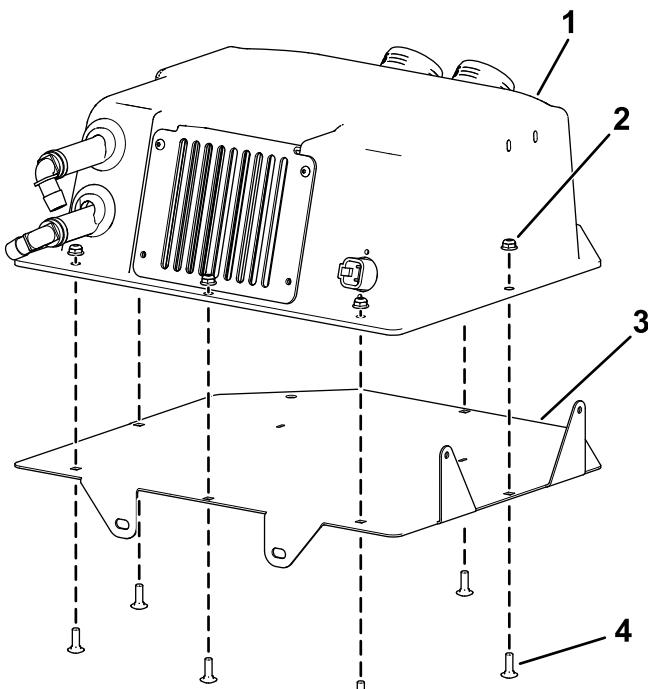

Figura 15
6. Fije el conjunto de caja de calentador al soporte de montaje del calentador con 6 pernos de cuello cuadrado ( $\frac{1}{4}$ " x  $\frac{3}{4}$ ") y 6 contratuerca ( $\frac{1}{4}$ "); consulte la Figura 15. Apriete los pernos a 11 N·m.